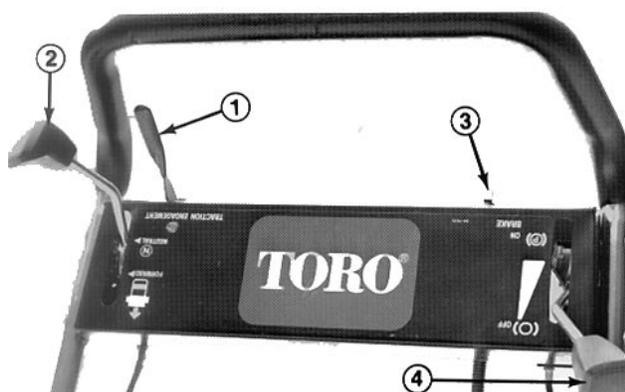
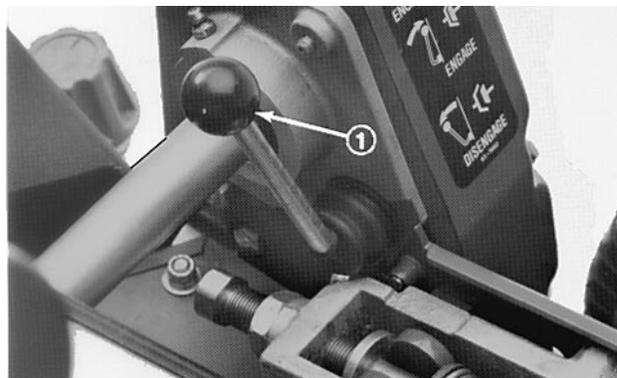

Bild 12
Bild 13
Fahrertriebshebel (Bild 12)—Rechts vorne an der Bedienungstafel. Der Hebel hat zwei Stellungen: NEUTRAL und VORWÄRTS. Wird der Hebel vorwärts gedrückt, schaltet sich der Antrieb ein.
Ein-/Aus-Schalter (Bild 12)—Links hinten an der Bedienungstafel. Der Motor wird durch Stellen des Schalters auf ON [Ein] gestartet und auf OFF [Aus] zum Stillstand gebracht.
Dienst-/Feststellbremse (Bild 12)—Links vorne an der Bedienungstafel. Mit Hilfe der Bremse läßt sich die Fahrgeschwindigkeit der Maschine reduzieren oder die Maschine zum Stillstand bringen. Die Bremse kann gleichfalls als Feststellbremse benutzt werden. Durch Rückwärtsziehen des Hebels über die mittige Stellung hinaus wird die Feststellbremse aktiviert.
Gashebel (Bild 12)—Rechts hinten an der Bedienungstafel. Dieser Hebel hat zwei Stellungen: SLOW [Langsam] und FAST [Schnell]. Die Motordrehzahl läßt sich zwischen beiden Einstellungen stufenlos regeln.
Spindeltriebshebel (Bild 13)—An der rechten vorderen Ecke der Maschine. Dieser Hebel hat zwei Stellungen: ENGAGE [Eingeschaltet] und DISENGAGE [Ausgeschaltet]. Zum Einkuppeln des
1. Sicherstellen, daß Fahr- (Bild 12) und Spindeltriebshebel (Bild 13) in der AUSGESCHALTET-Stellung sind.
3. Den Ein-/Aus-Schalter auf EIN stellen (Bild 12).
4. Den Gashebel (Bild 12) auf SCHNELL stellen.